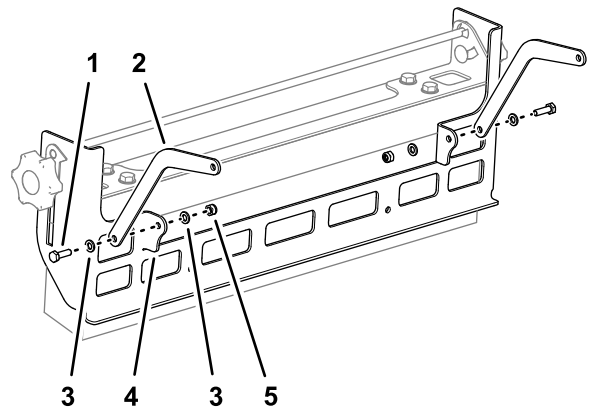

Figura 4
- Alinee el taladro en el tirante del cepillo con el taladro en la pestaña del bastidor del cepillo, tal y como se muestra en la Figura 4.
- Fije el tirante del cepillo en el bastidor del cepillo (Figura 4) con un tornillo de caperuza (6 x 20 mm), 2 arandelas (6 mm) y una contratuerca (6 mm).